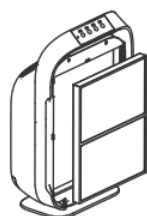

рис. 3
4. Выньте фильтр HEPA (3) из очистителя воздуха (рис. 3).